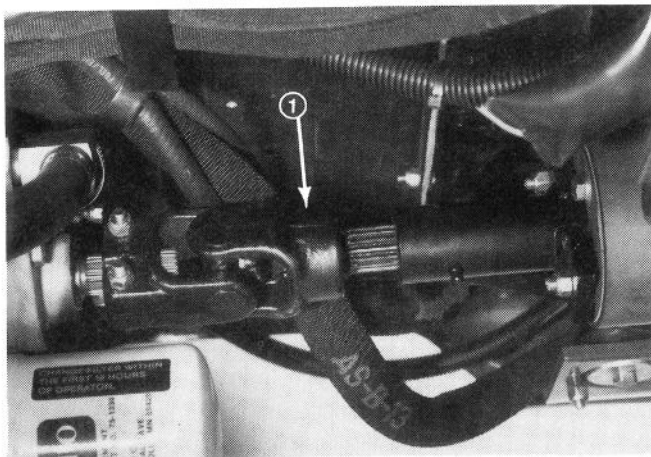

Abbildung 17
1. Die Schrauben zur Sicherung der Antriebswelle mit der Motorkupplung lockern und entfernen. Die Schrauben zur Sicherung der Antriebswelle an das Getriebe lockern (Abb. 17). Die Antriebswelle entfernen.
5. Nach Beendigung des Schleppvorgangs muß die Antriebswelle wieder montiert werden (Abb. 17).